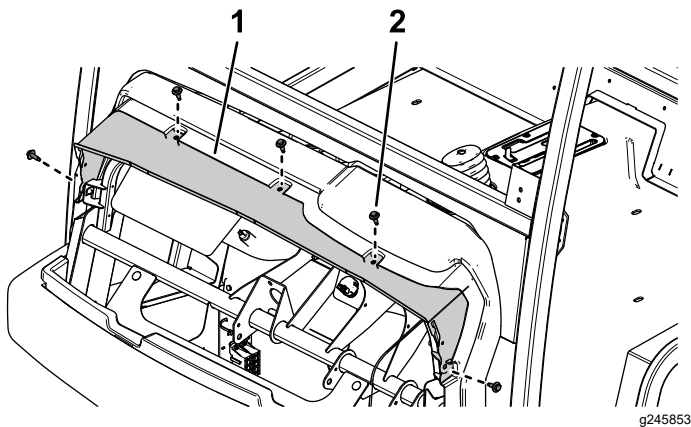

Bild 40
2. Schieben Sie die Wasserrinne zwischen das Armaturenbrett der Maschine und den Unterrahmen und befestigen Sie die Wasserrinne mit den vorher entfernten fünf Sechskantschrauben (Bild 40).